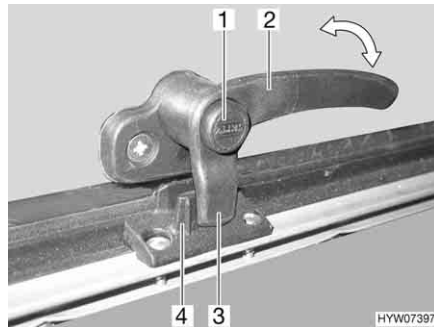
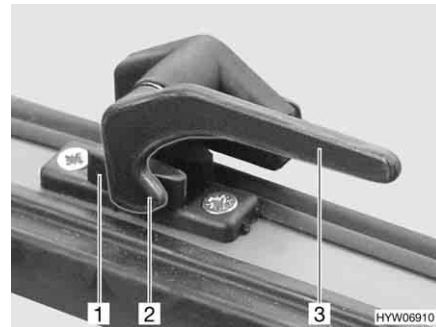

Bild 93 Verriegelungshebel mit Sicherungsknopf in Stellung "geschlossen"
Bild 94 Verriegelungshebel in Stellung "geschlossen"
- Wenn vorhanden, Sicherungsknopf (Bild 93,1) drücken und gedrückt halten.
- Den Verriegelungshebel (Bild 93,2 oder Bild 94,3) eine viertel Umdrehung zur Fenstermitte hin drehen.
- Den Verriegelungshebel (Bild 93,2 oder Bild 94,3) eine viertel Umdrehung zum Fensterrahmen hin drehen. Die Verriegelungsnase (Bild 93,3 oder Bild 94,2) am Verriegelungshebel liegt komplett auf der Innenseite der Fensterverriegelung (Bild 93,4 oder Bild 94,1).
- in Stellung "fest verschlossen" (Bild 93 und Bild 94)